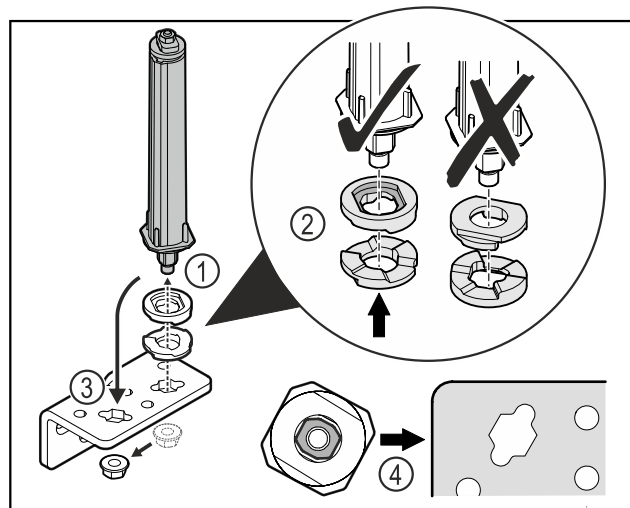

Fig. 30
- ▶ Løsn møtrikken, og afmonter dørlåsesystemet Fig. 30 (1).
- ▶ Sørg for, at højdejusteringsskiverne er justeret korrekt Fig. 30 (2).
- ▶ Flyt dørlåsesystemet i hængselvinklen, og fastgør det med møtrikken Fig. 30 (3).
- ▶ Når du indsætter det, skal du sørge for, at dørlåsesystemet flugter korrekt Fig. 30 (4).